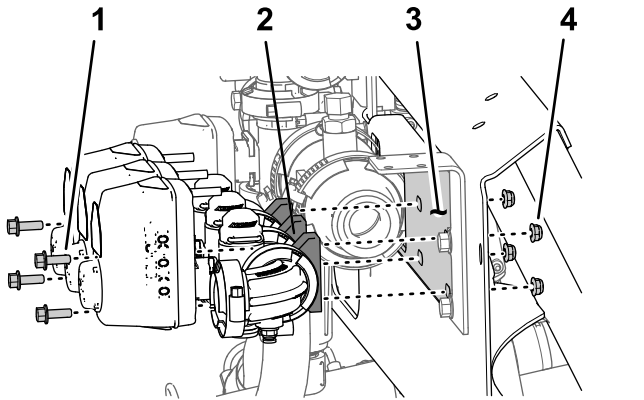

图 52
1. 拧下将右喷洒臂段阀固定至歧管安装架的 2 个凸缘头螺栓 $\frac{1}{4} \times \frac{3}{4}$ 英寸和 2 个锁紧螺母 $\frac{1}{4}$ 英寸 图 52。
2. 拧下将左喷洒臂段阀固定至歧管安装架的 2 个凸缘头螺栓 $\frac{1}{4} \times \frac{3}{4}$ 英寸和 2 个锁紧螺母 $\frac{1}{4}$ 英寸 图 52。
3. 从歧管安装架中取出喷洒臂段阀放到旁边 图 52。